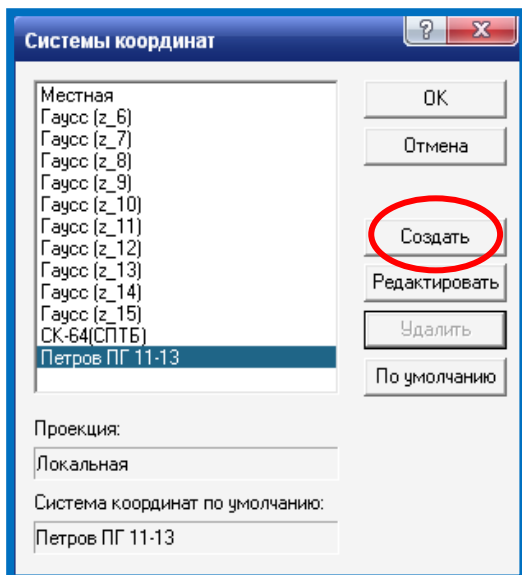
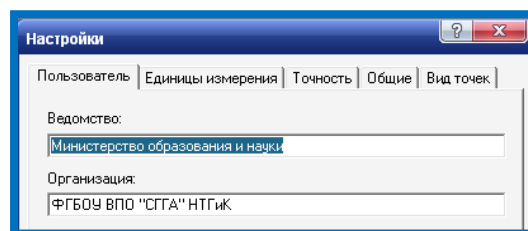
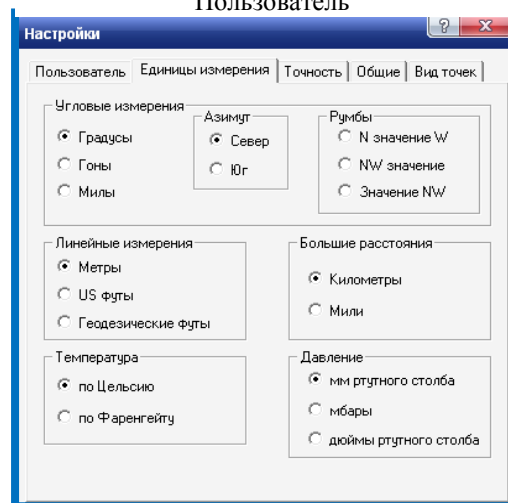

Рисунок 7- Создание Пользовательской Системы координат
Рисунок 8 - Заполнение вкладки Пользователь
Рисунок 9 - Заполнение вкладки Единицы измерения
4. В меню Установки создаем новую – Пользовательскую Систему координат (Рис.7), выполняем общие настройки проекта, заполняя вкладки Пользователь (Рис.8), Единицы измерения (Рис.9).